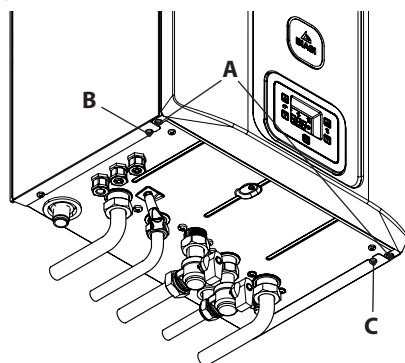
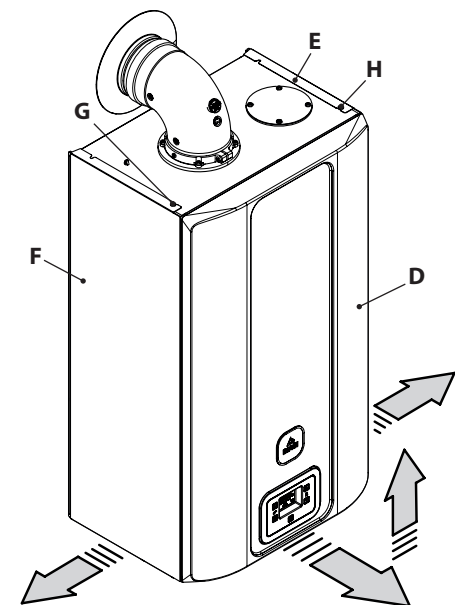

Figura 9.11
Figura 9.12
- Svitare le viti **A** e rimuovere il pannello frontale **D** tirandolo a sé e quindi spingendolo verso l'alto in modo da liberarlo dalle sedi superiori (Figura 9.11 e Figura 9.12).
Allentare le viti **B, C, G e H** in Figura 9.11 e togliere i due pannelli laterali **E e F** tirandoli verso l'esterno.